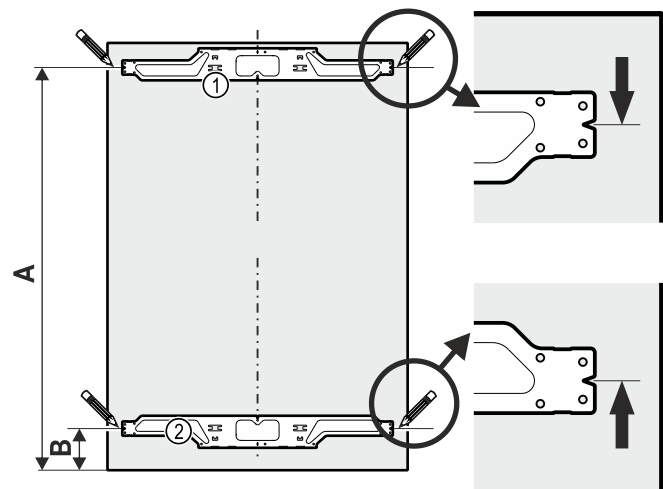

Fig. 32
- ▶ Linie im Abstand Fig. 32 (A) markieren.
- ▶ Linie im Abstand Fig. 32 (B) von der Unterseite der Möbelfront markieren.
- ▶ Oberer Befestigungswinkel Fig. 32 (1) zu Abstand Fig. 32 (A) ausrichten und mit mindestens sechs Schrauben 4x14 montieren.
- ▶ Unterer Befestigungswinkel Fig. 32 (2) zu Abstand Fig. 32 (B) ausrichten und mit mindestens sechs Schrauben 4x14 montieren.